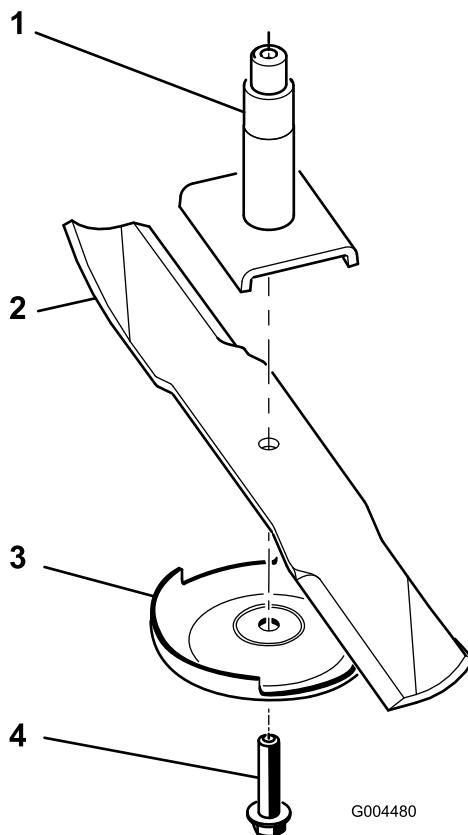

Figura 97
**Nota:** Se la lama rimane in posizione orizzontale, è bilanciata e può essere utilizzata. Se la lama non è bilanciata, limate del metallo soltanto dalla costa (Figura 97). Ripetete la procedura finché la lama non è perfettamente bilanciata.
1. Montate la lama sull'asse del fusello (Figura 97).
2. Montate la piastra antistrappo e il bullone della lama (Figura 97).